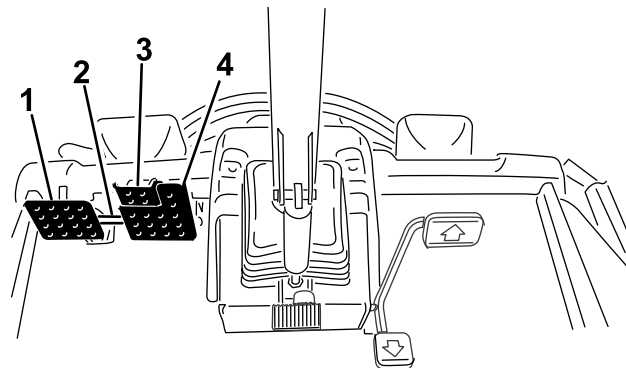

Bild 32
- Lösen Sie den Pedalsperrriegel (Bild 32).